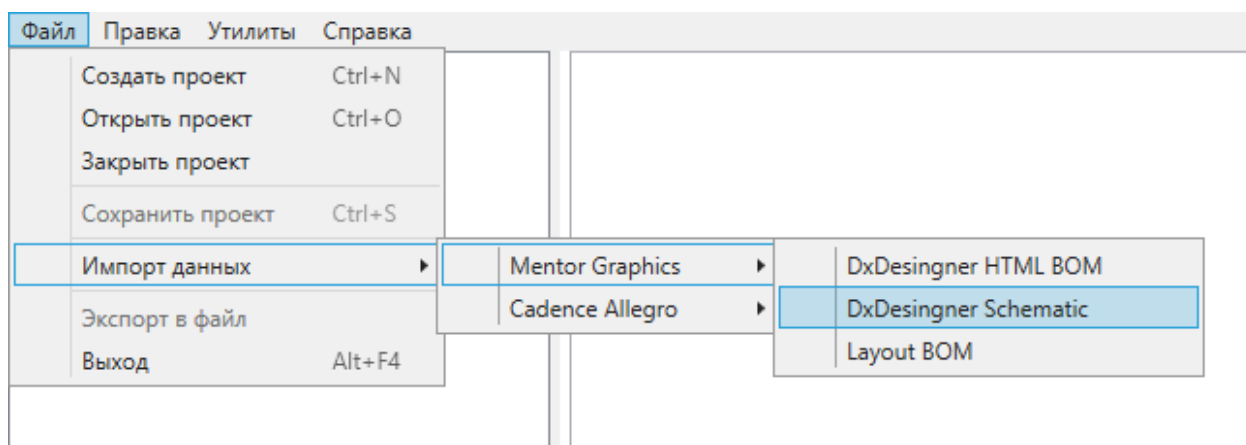

Рисунок 19
5) После этого будет предложено выбрать, какие свойства необходимо импортировать для дальнейшей работы (рисунок 19).